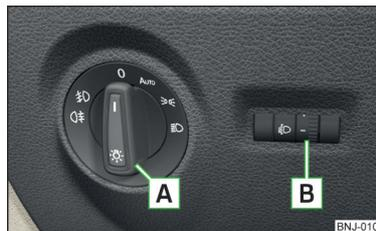

Fig. 41
La disposition des commandes diffère partiellement de celle indiquée dans » fig. 41 à la page 62 sur les véhicules avec direction à droite. Les symboles illustrant les positions des boutons sont identiques.
En fonction de l'équipement, le commutateur des feux A » fig. 41 peut être amené dans les positions suivantes. ▶
En tournant le bouton rotatif **B** » fig. 41 depuis la position **—** vers **3**, le réglage de la portée des phares est adapté progressivement et le faisceau lumineux est ainsi raccourci.
- ✓ Le commutateur des feux se trouve en position 0 ou **AUTO** » fig. 41 à la page 62.